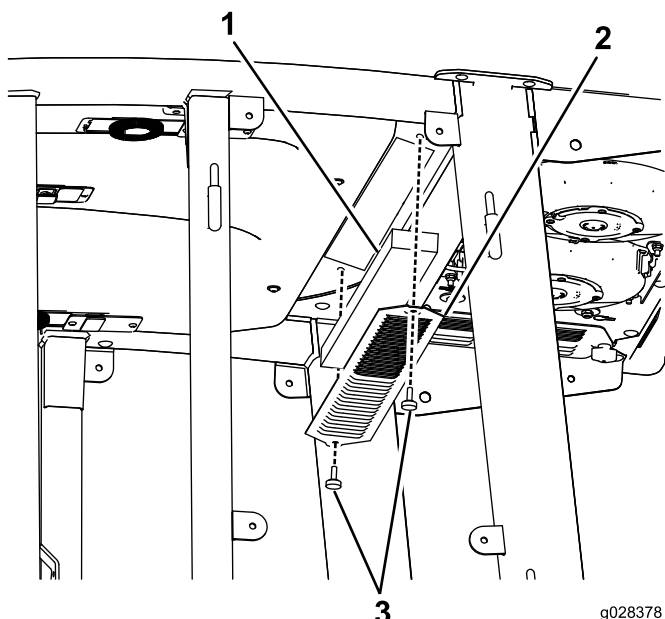
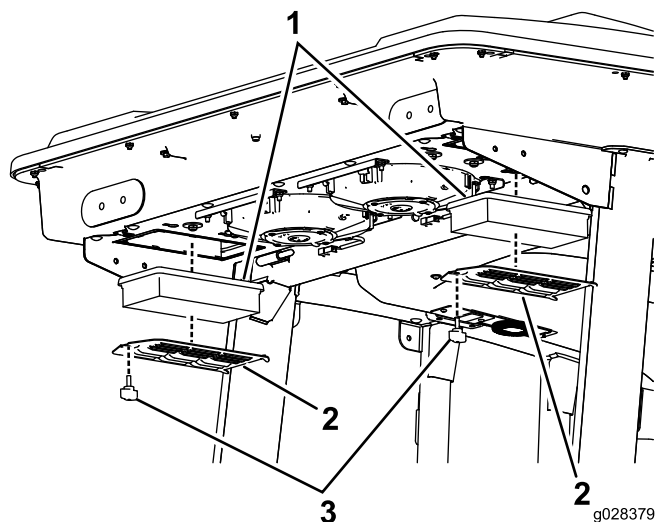
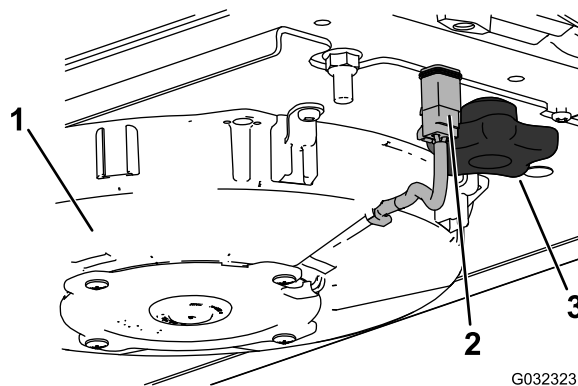
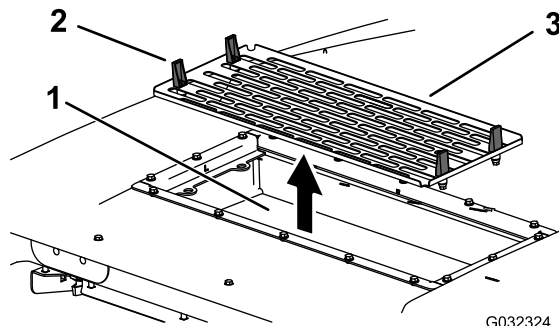

Figura 89
Figura 90
Figura 91
Figura 92
1. Remova os parafusos e as grelhas dos filtros de ar interior e traseiro da cabina (Figura 89 e Figura 90).
5. Retire os filtros de ar (Figura 90).
7. Instale os filtros de ar, painel e conjunto da ventoinha (Figura 90, Figura 91, e Figura 92).
8. Ligue o fio de cada uma das ventoinhas (Figura 91).